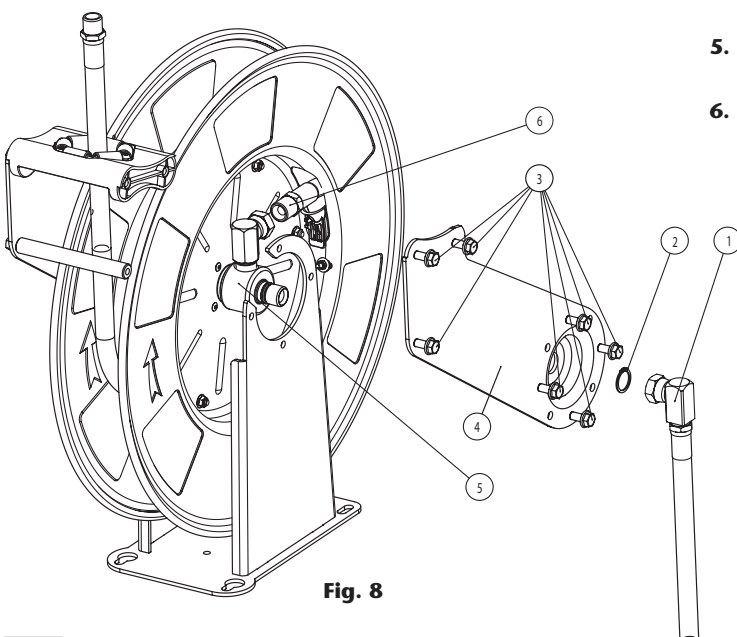
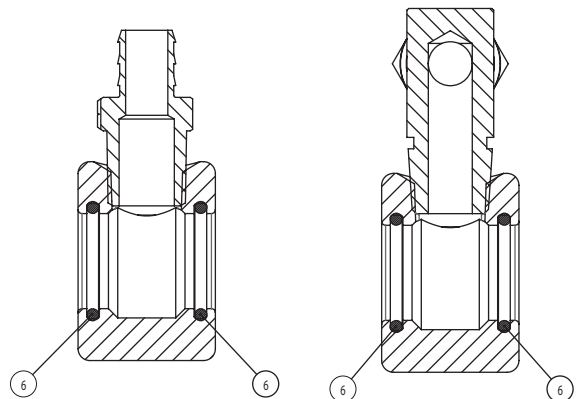

Fig. 8
Fig. 9
1. Bei komplett aufgerolltem Schlauch, lösen Sie den Schlauch vom Drehgelenk (6) (Fig. 8).
2. Lösen Sie den Eingangsschlauch (1) (Fig. 8) von der Eingangsseite des Drehgelenks und entfernen Sie den Sprengring (2) (Fig. 8).
3. Entfernen Sie die Schrauben (3) (Fig. 8) um das obere Teil vom Führungsarm (4) (Fig. 8) zu entfernen.
4. Ziehen Sie das Drehgelenk (5) (Fig. 8) heraus und ersetzen Sie die Abdichtungen (6) (Fig. 9).
5. Entfernen Sie das obere Teil vom Führungsarm (4) (Fig. 8), den Sprengring (2) Fig. 8) und lösen Sie die Schrauben (3) (Fig. 8).